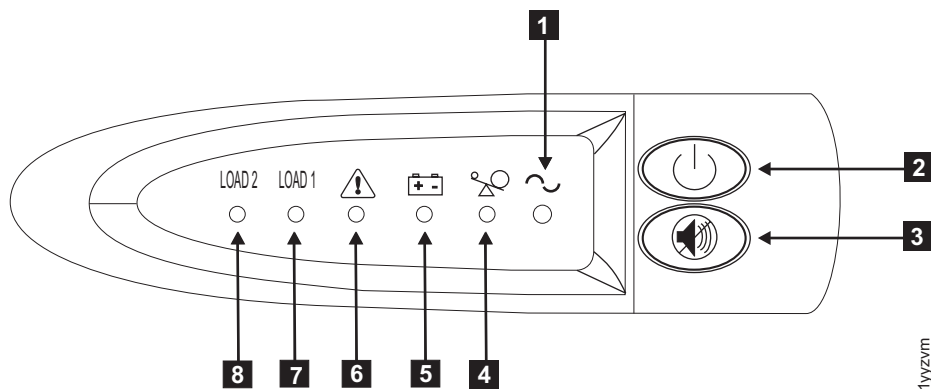

図 127. 2145 UPS-1U の電源スイッチおよびインディケータ
12. 2145 UPS-1U をオンにするには、「オン/オフ」ボタン **2** を、電源ライトが消えるまで (約 5 秒) 押し続けます。図 127 を参照してください。2145 UPS-1U は自己診断テストを済ますと、電源オン・インディケータ **1** および負荷インディケータ (**7** と **8**) が点灯して、2145 UPS-1U が SAN ボリューム・コントローラに電源を供給していることを示します。2145 UPS-1U は、通常モードのときにバッテリーの充電を開始します。